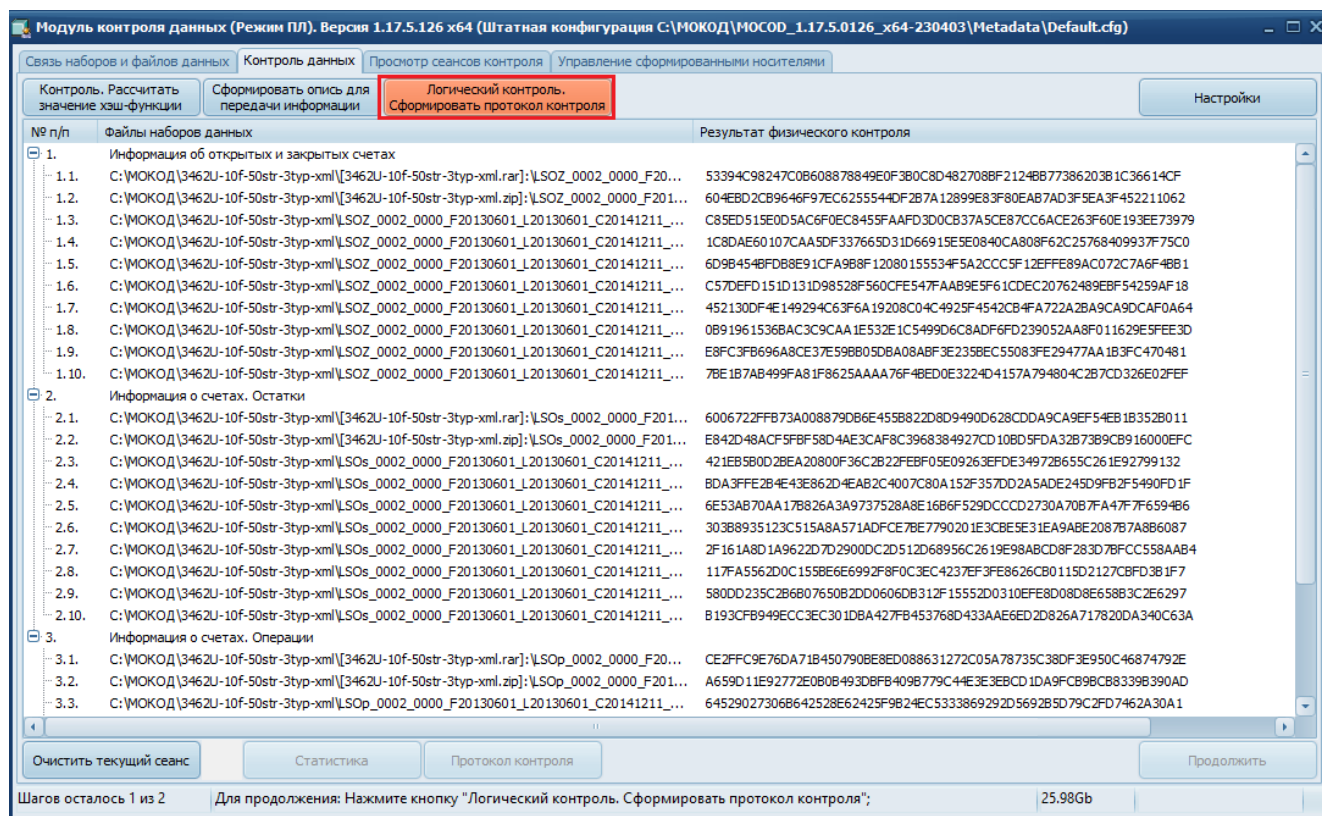

Рисунок 61 – Запуск логического контроля
1) Нажать кнопку «Логический контроль. Сформировать протокол контроля» (Рисунок 61).
2) Выбрать один из вариантов контроля (Рисунок 61):